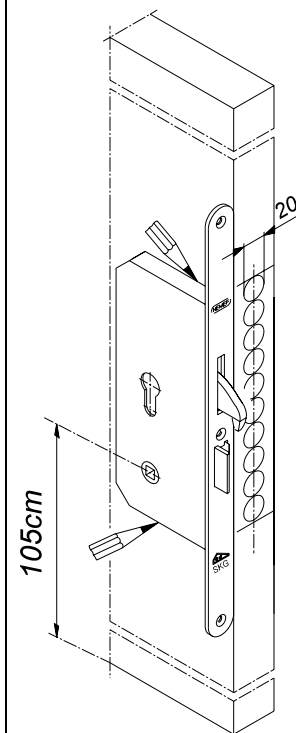

fig.1
- 1 Houd het slot tegen de sluitkant van de deur op een krukhoogte van ca. 105 cm. (zie fig.1)